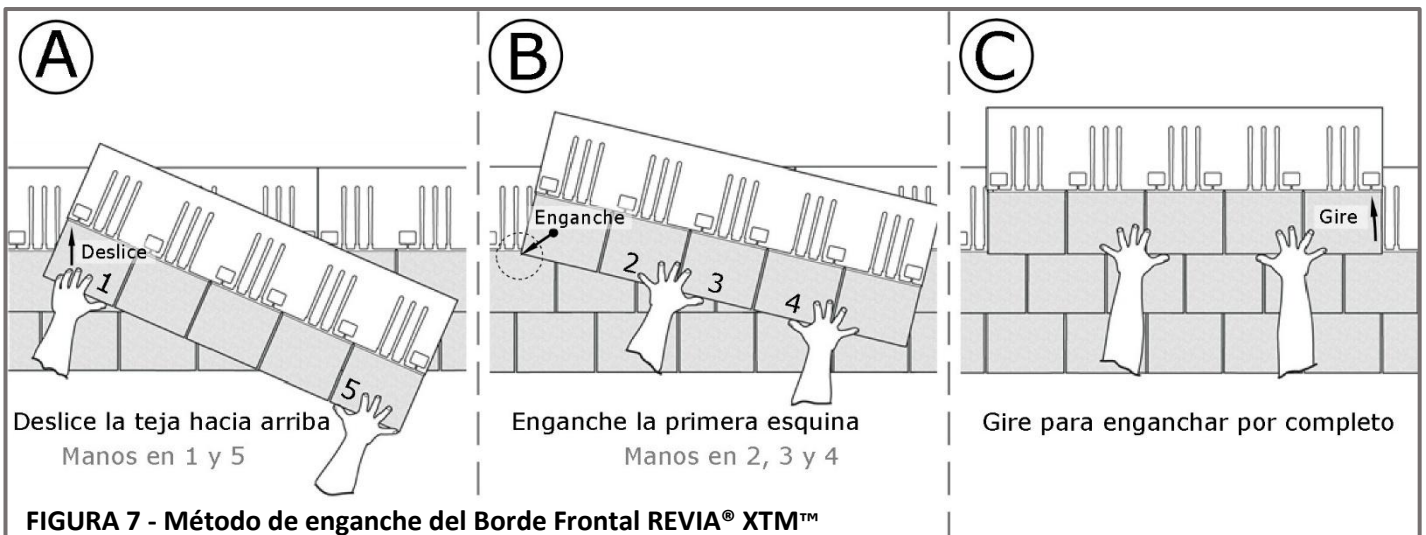

FIGURA 7 - Método de enganche del Borde Frontal REVIA® XTM™
- Enganche el Seguro del Borde Frontal de la Hilera #1 en el Seguro de la Línea de Clavado de la teja de inicio usando el mismo método utilizado para las hileras subsiguientes. Siga los pasos A, B y C. Vea la **Figura 7**.